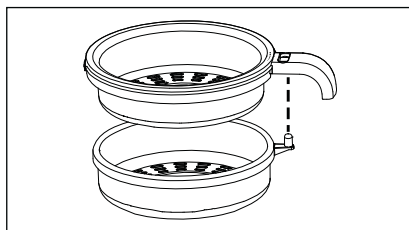

Fig. 1
- Ne saisissez pas directement le cône de pressage ❷/❸ en rotation et ne tenez aucun ustensile de cuisine ou d'autres objets à proximité des pièces en rotation. Éloignez les vêtements et les cheveux des pièces en rotation.
- ◆ Si nécessaire, déroulez le cordon de son dispositif d'enroulement ❿.
- ◆ Placez la base ❶ sur une surface plane et sèche.
- ◆ Assemblez le filtre ❹/❺. Placez pour cela les deux parties l'une sur l'autre de manière à ce que le sélecteur ❻ dépasse de l'ouverture correspondante dans la partie supérieure du filtre ❹ (Fig. 1). Pressez les deux parties jusqu'à ce qu'elles s'enclenchent.